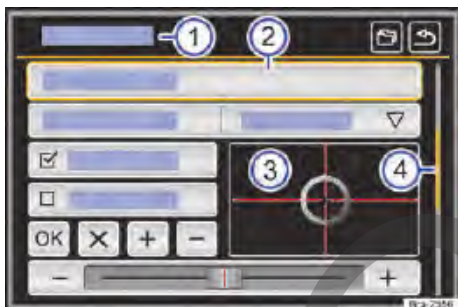

Fig. 128 Representación esquemática: cuadro general de los posibles botones de función en el display.
El equipo está equipado con touchscreen (pantalla táctil) → **fig. 128** ③.
Los botones de función inician funciones o abren otros submenús. En submenús se indica, en la línea del título, el menú actualmente seleccionado → **fig. 128** ①.